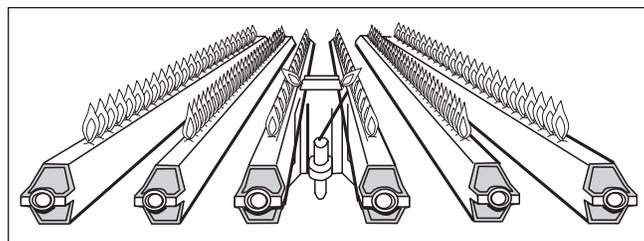

Figure 21. Disposition de la flamme du brûleur principal.
2. Si une crépine est utilisée dans un réducteur de pression ou dans la tuyauterie, nettoyez-la tous les six (6) mois.
3. Au démarrage et tous les six (6) mois par la suite, les flammes de la veilleuse et du brûleur principal doivent être surveillées pour vérifier leur bon fonctionnement (voir la Figure 21). Voyez les instructions d'allumage et